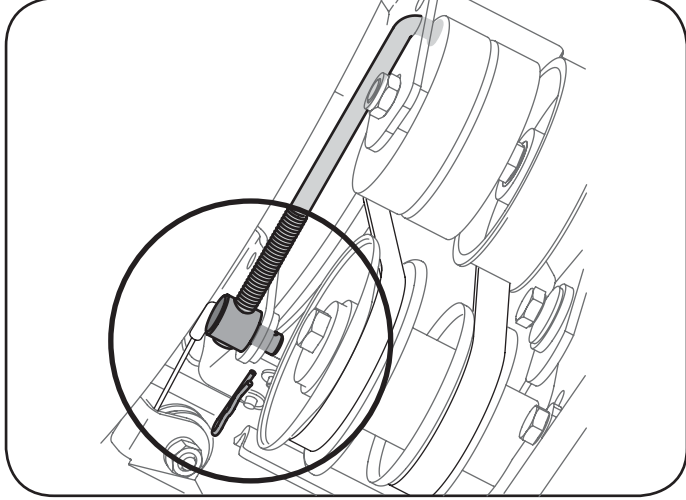

Figure 25
4. Retirez la goupille fendue et la rondelle plate de la virole pour dégager la tige de tension de la tarière du support du frein, comme à la Figure 25.